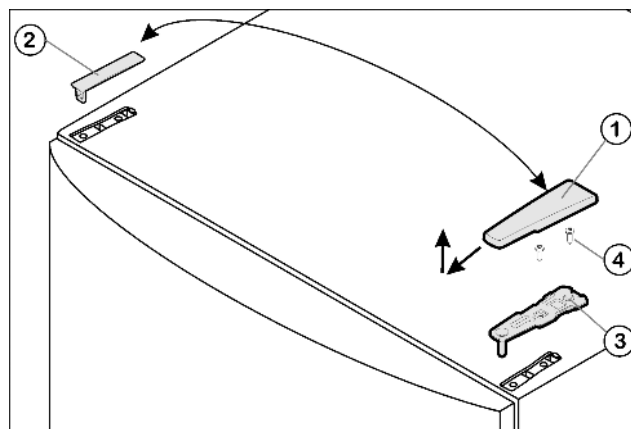

Fig. 5
- ▶ Trageți capacul Fig. 5 (1) în față și în sus.
- ▶ Ridicați capacul Fig. 5 (2).
- ▶ Deșurubați suportul superior al lagărului Fig. 5 (3) (2 șuruburi Torx® 25) Fig. 5 (4) și trageți-l în sus.
- ▶ Introduceți în ușa suportul de lagăr superior Fig. 5 (3), pe noua latură a balamalei.
- ▶ Strângeți **cu șuruburi (cu 4 Nm)** suportul superior al lagărului (2 x Torx® 25) Fig. 5 (4). Eventual punctați în prealabil găurile de înșurubare sau utilizați o șurubelniță cu acumulator.
- ▶ Aplicați din exterior și cuplați capacul Fig. 5 (1) și respectiv capacul Fig. 5 (2) pe partea opusă.